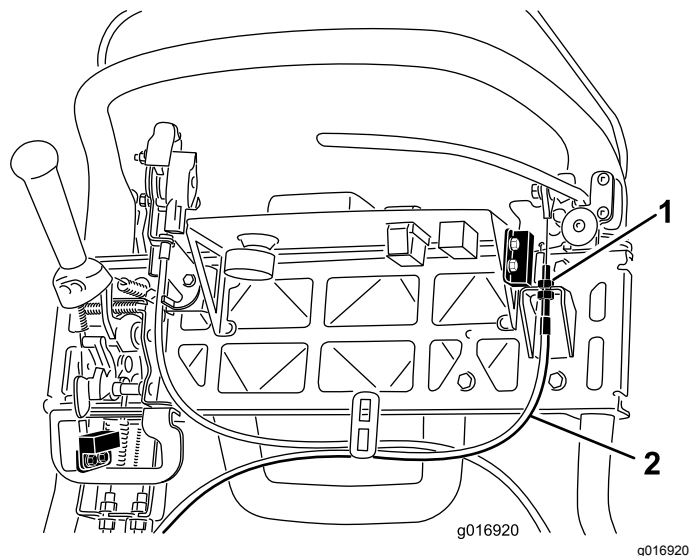

図 43
3. ケーブルの張りを強くするには、上側ケーブルのジャムナットをゆるめて、下側ケーブルのジャムナット図 43を締め、156N15.8kgの力で駐車ブレーキのラッチが解除されるように調整するブレーキバンドが締まりっぱなしにならないよう注意すること。